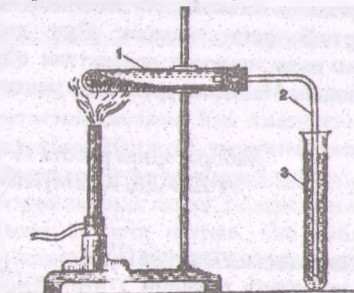

Рис.5. Прибор для термического разложения солей:
В пробирку насыпать гидрокарбонат меди (II). Присоединенную газоотводную трубку опустить в пробирку с известковой водой. Нагреть пробирку с солью (рис.5). Как изменяется цвет соли при нагревании? Что происходит с известковой водой? Написать уравнение реакции.